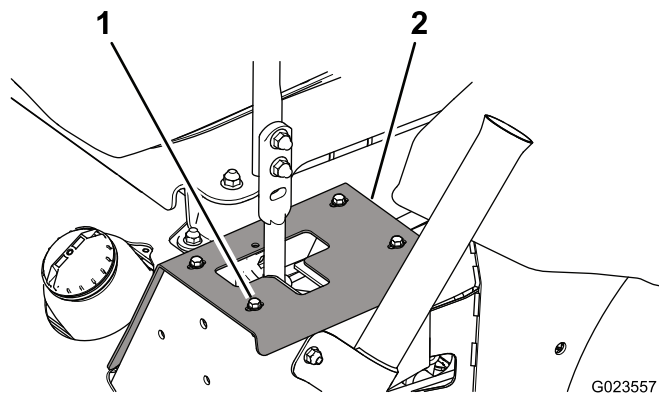

Figura 63
1. Para tener acceso a los pernos de montaje del amortiguador, retire los pernos que sujetan las placas de tope al bastidor (Figura 63).